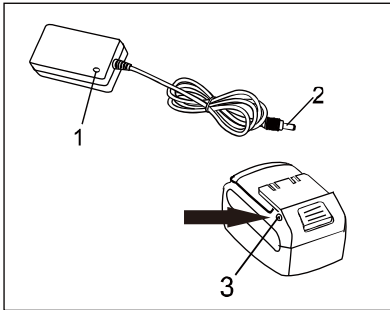

Рис.2
1. Включите зарядное устройство в сеть. Индикатор (1) загорится зеленым. (Рис.2).
2. Подключите зарядное устройство (2) в разъем для подключения (3) на аккумуляторной батарее. Индикатор (1) загорится красным. Это означает, что началась зарядка батареи.
3. После окончания заряда батареи индикатор (1) загорится зеленым.